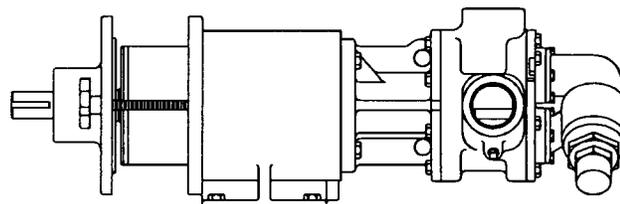

ABBILDUNG 18
4. Der äußere Magnet sollte nun in den Lagerbock eingebaut werden, wenn nicht, siehe Zerlegen/ Zusammenbau des Lagergehäuses. Installieren Sie die Hand-Abdrückschrauben, so daß 4 Zoll der Gewinde unten aus dem Gehäuse herausragen. Unterstützen Sie das Lagergehäuse von oben und schieben Sie den Magneten vorsichtig über den Spalttopf, so daß die Magneteinheiten sich anzuziehen beginnen. Drehen Sie die Hand-Abdrückschrauben gleichmäßig zurück. Siehe **Abbildung 18**. Das Lagergehäuse bewegt sich in Richtung Lagerbock, während die Hand-Abdrückschrauben herausgeschraubt werden.